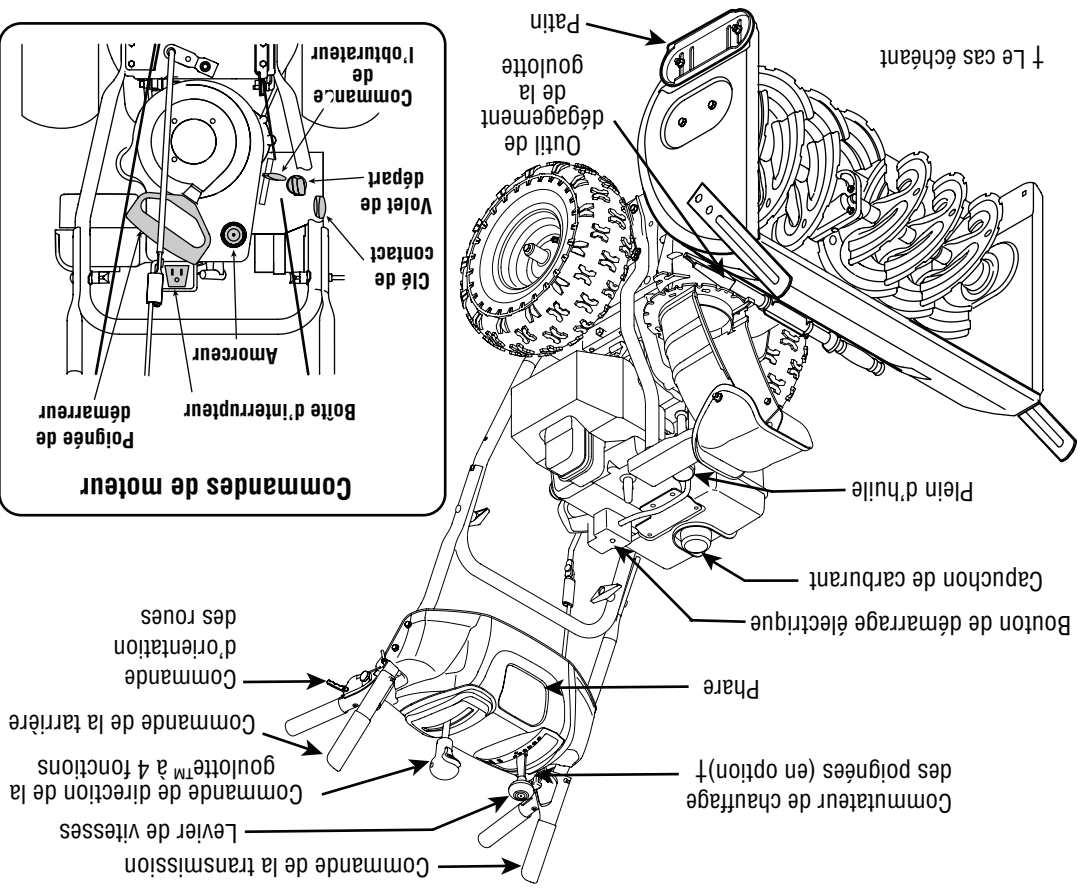

Figure 4-1
7. Avec l'obturateur à la position Fast (l'apin), placez le levier de changement de vitesse à l'une des six positions de marche avant (F) ou à l'une des deux positions de marche arrière (R). Choisissez la vitesse adaptée aux conditions présentes.
9. Pour tourner à droite ou à gauche, pressez la commande de direction des roues correspondante. Voir la Figure 4-1.
1. Avec l'obturateur à la position Fast (l'apin), placez le levier de changement de vitesse à l'une des six positions de marche avant (F) ou à l'une des deux positions de marche arrière (R). Choisissez la vitesse adaptée aux conditions présentes.
3. Pour tourner à droite ou à gauche, pressez la commande de direction des roues correspondante. Voir la Figure 4-1.
Maintenant que votre souffluse est prête à travailler, il est temps de vous familiariser avec ses commandes et diverses caractéristiques, expliquées ci-dessous et représentées à la Figure 4-1. Vous pourrez ainsi bénéficier au maximum de votre nouvelle machine.